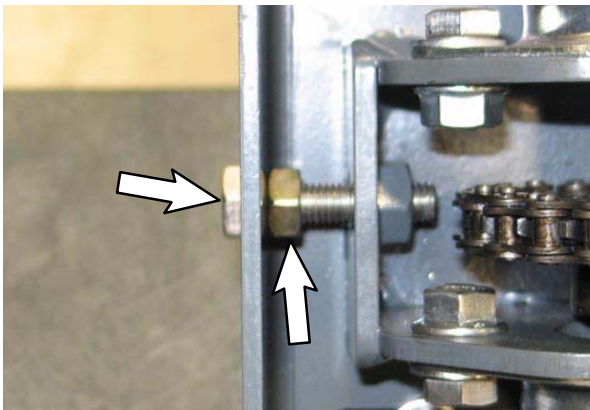

FIG. 51
12. **Máquinas de nuevo diseño:** reinstale los tornillos tensores de dirección y use tornillos para apretar la cadena de dirección. Apriete la tuerca de fijación contra el canal al apretar la tensión de la cadena. (Fig. 51)